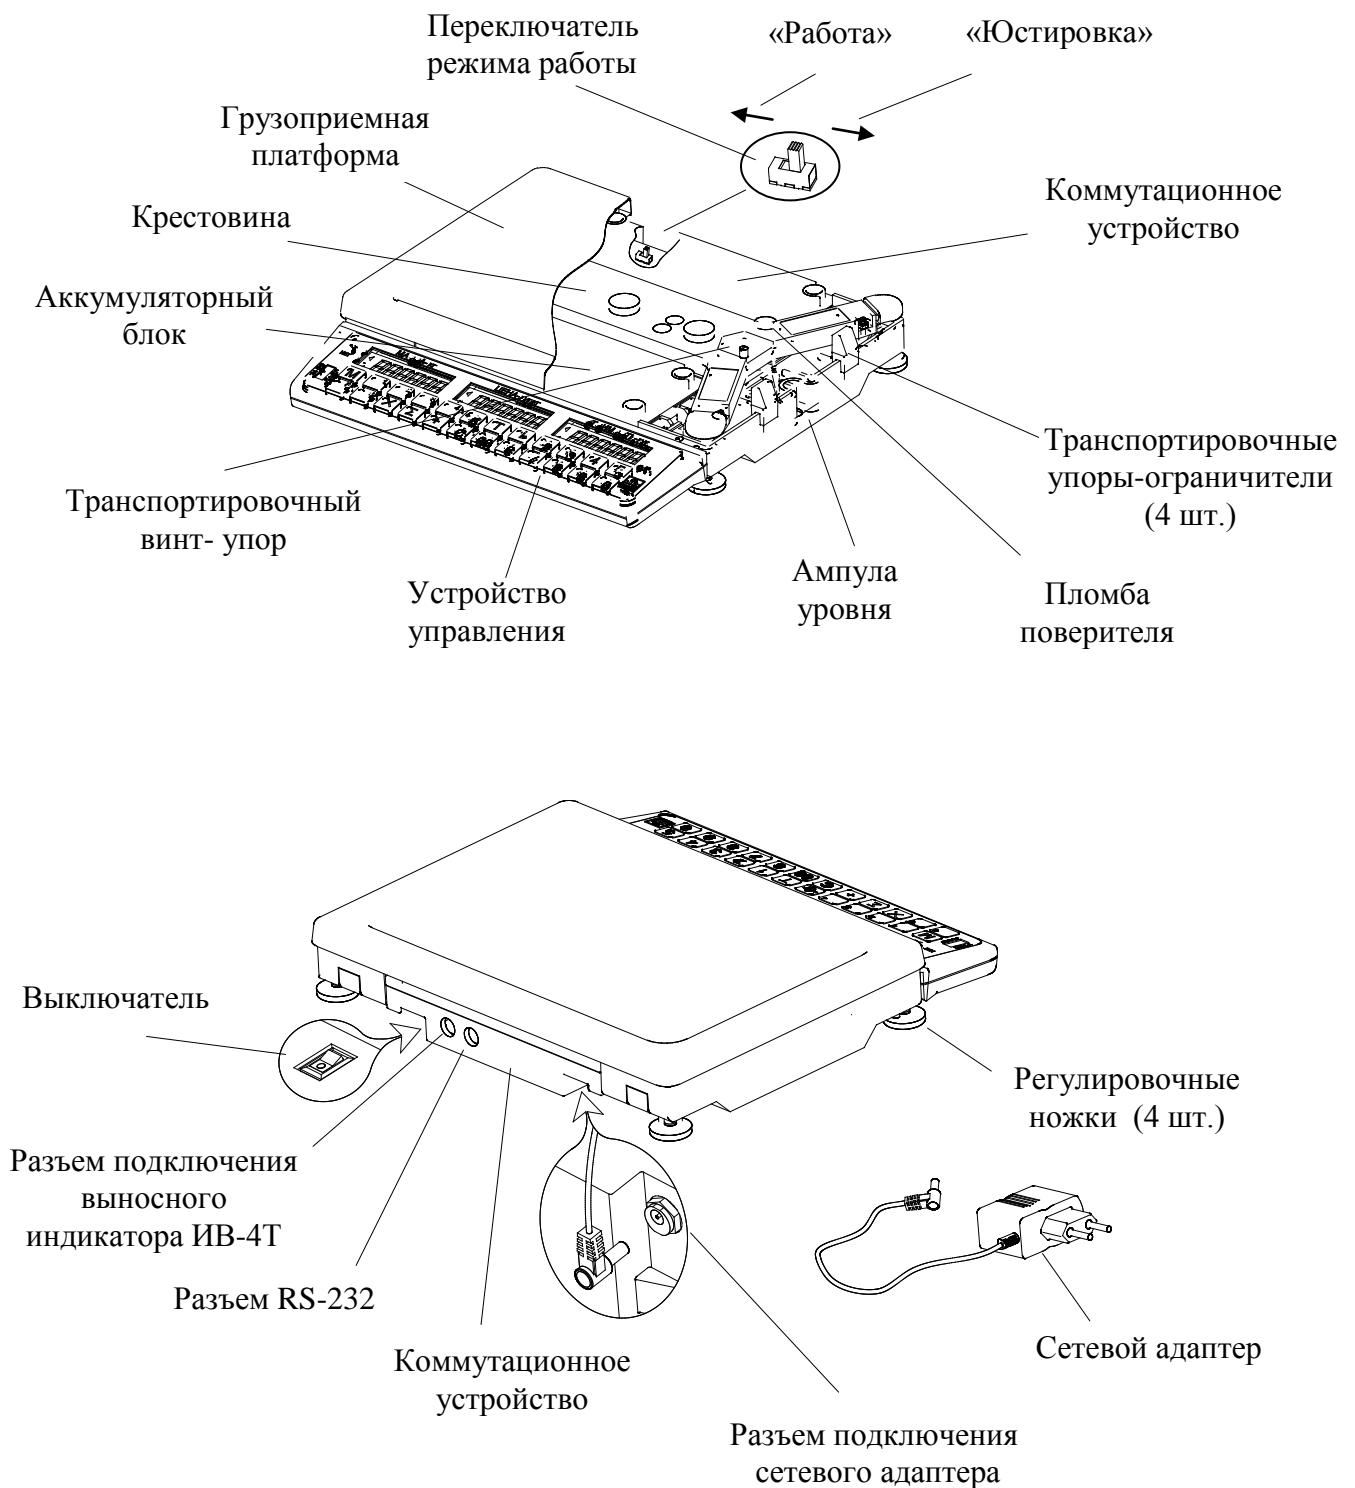

Рис. 5.1- Весы МК\_T21
Конструкция весов представлена на Рис. 5.1.
6.2 Снять грузоприемную платформу с весов и убрать транспортировочные упоры - ограничители (Рис. 5.1).